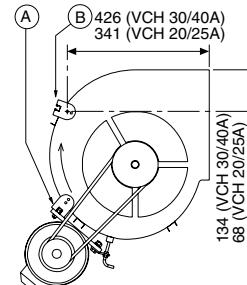

Fig. 2
- standard en soporte "A" (fig.2).